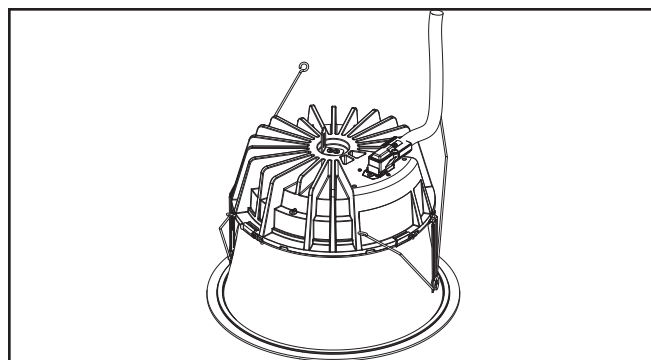

Figure 7.
4. Connectez la longe au module (Figure 7).